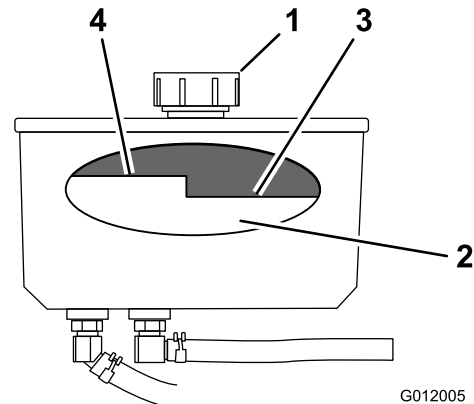

Figura 71
4. Limpie alrededor del cuello de llenado y el tapón del depósito de aceite hidráulico (Figura 71).
5. Retire el tapón del cuello de llenado (Figura 71).
Nota: El nivel de aceite debe estar por debajo del nivel caliente del tabique cuando el aceite está caliente (Figura 71).